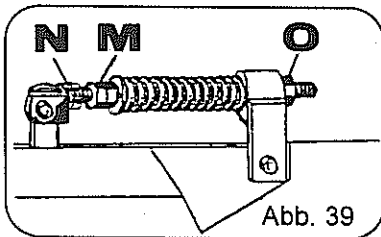

Abb. 39
Kontrolle: Die Keilriemen haben immer die richtige Vorspannung, wenn sie von Hand ca. 1 cm durchgedrückt werden können. Falls nötig über die Mutter (Abb. 39, Pos. M) korrigieren.
- Muttern (Abb. 39, Pos. M) in Pos. N bringen